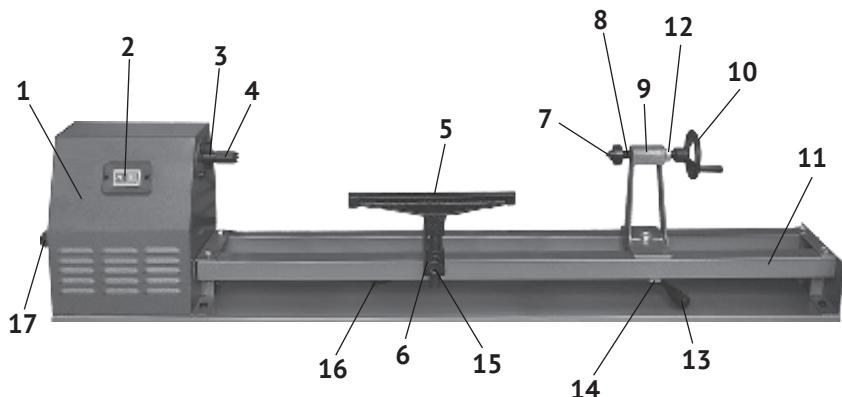

рис.1
1.6 Общий вид станка представлен на рис.1
1.7 На сборной металлической станине (рис.1 поз.11) крепятся основные узлы станка: двигатель с приводом в металлическом корпусе (рис.1 поз.1), задняя бабка (рис.1 поз.9) и опора (рис.1 поз.6) с подручником (рис.1 поз.5). Крутящий момент с якоря электродвигателя клиновым ремнём передаётся на шпиндель. Корпус задней бабки и подручник имеют возможность перемещения вдоль станины (в зависимости от длины заготовки). Кроме того, механизм зад-
ней бабки позволяет перемещать её центр (рис.1 поз.7) ходовым винтом пиноли (рис.1 поз.8) для надёжной фиксации заготовки. Рабочее положение пиноли фиксируется контргайкой (рис.1 поз.12).
1.8 Выключатель – магнитный пускатель (рис.1 поз.2) расположен на корпусе привода. Он имеет две кнопки: зелёная с символом «1» - включение двигателя и красная с символом «0» - выключение двигателя (стандарт МЭК 60417).
3.1.3 Убедитесь, что центр задней бабки собран правильно – имеет возможность крепления заготовки продольным перемещением пиноли (ходового винта). Вращением рукоятки маховика (рис.1 поз.10) переместить пиноль (рис.1 поз.8) вместе с центром (рис.1 поз.7) и закрепить заготовку в рабочем положении. Рабочее положение пиноли фиксируется контргайкой (рис.1 поз.12).
- открутив винт-барашек (рис.1 поз.17), открыть дверцу корпуса привода;